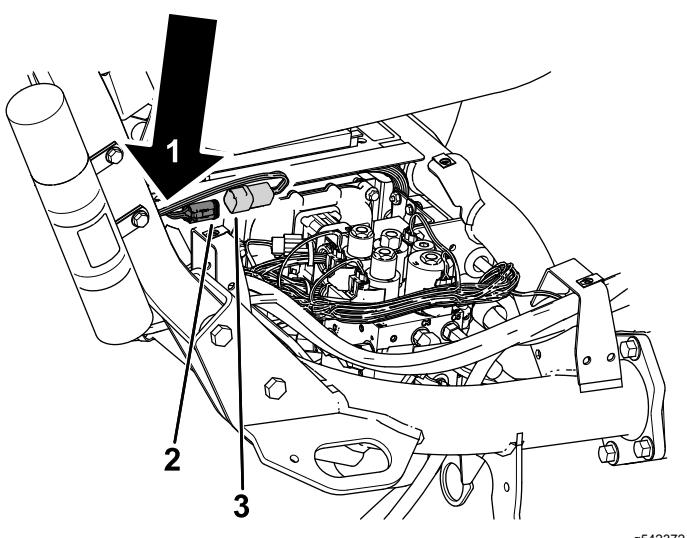

Figura 10
5. Encaminhe a cablagem por baixo da barra de proteção e ligue o conector da cablagem rotulado P01 ao conector da cablagem da máquina identificado P49 (Figura 10).
6. Prenda a cablagem da telemática à cablagem principal com uma braçadeira de cabos (Figura 10).